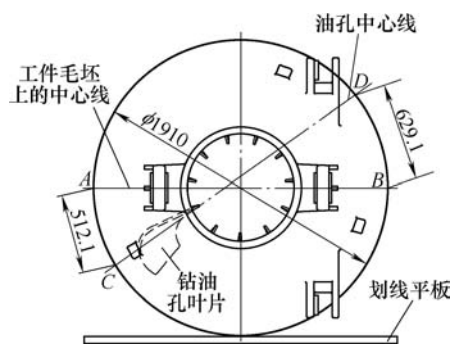

图 2
在钻孔之前, 先要在粗加工后的导叶体工件毛坯上画一条中线, 此中线作为标记油孔中心线在法兰端面上的投影用, 如图2所
(1) 如图2所示，用辅助工具在划线平板上按图样放置工件，划出工件中线后，按图样A、B标记在工件毛坯法兰外圆边上打上标记，以标记为起点，在工件毛坯法兰外圆边界上用游标卡尺分别测量出512.1mm、629.1mm，即图样上的C、D两点，并打上标记，C、D两点的连线即为油孔中心线在法兰端面上的投影，也即是钻头要经过的轨迹。